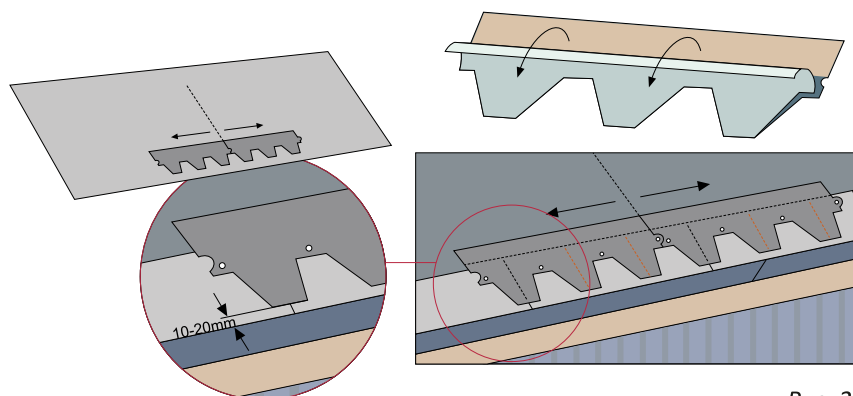

Рис. 22
- Монтаж черепицы обычно начинается с середины ската от карниза к коньку таким образом, чтобы лепестки (фигурные вырезы) гонтов покрыли торцевые соединения и перфорацию карнизных гонтов. Нижний край первого ряда гонтов выравнивается на 10-20мм выше нижнего края карнизных гонтов так, чтобы линия карниза была четкой и прямой при взгляде, направленном вверх от земли (рис.22);